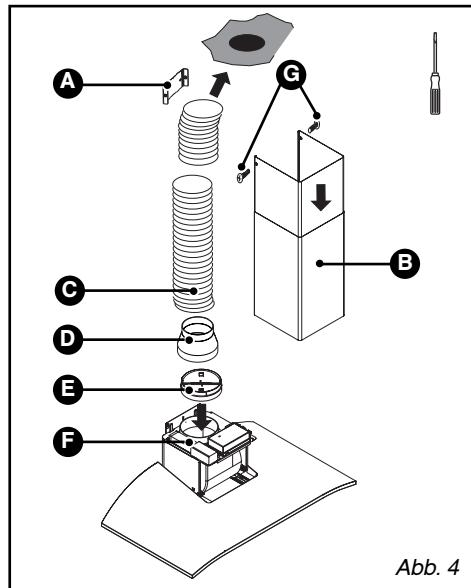

Abb. 4
- Das Rohrende auf den Motorausgang schieben (Abb. 4).
- Den Teleskopkamin vorbereiten und dabei die Ansaugöffnungen sorgfältig verstecken (Abb. 4). Die Kaminteile so weit wie möglich ineinander schieben.
- Den oberen Kaminteil (B/Abb. 4) mit den beiden Schrauben (G/Abb. 4) auf der Metallhalterung des Kamins befestigen.